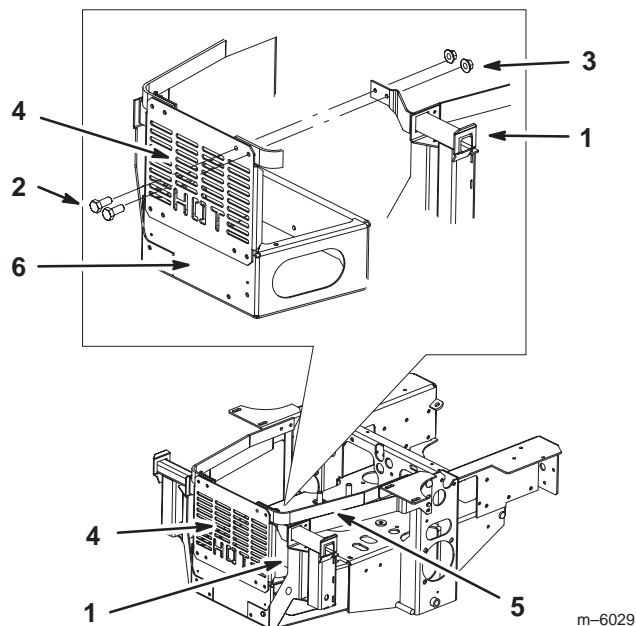

Bild 14
7. Befestigen Sie die Graskollektorbefestigungshalterung mit zwei Schrauben (5/16 x 1 Zoll) und zwei Bundmuttern (5/16 Zoll) am hinteren Wärmeschutzblech und dem Motorhaubenriemen (Bild 14).
8. Wiederholen Sie das Verfahren für die andere Seite (Bild 14).
2. Ziehen Sie die Graskollektorbefestigungshalterung am oberen hinteren Wärmeschutzblech und dem Motorhaubenriemen fest (Bild 14). Siehe Drehmomententabelle.